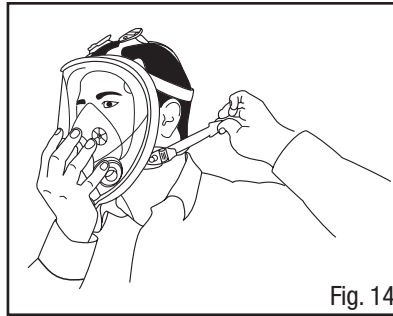

Fig. 14
4. Aperte os tirantes do fundo um por vez. Tenha cuidado para apertar ambos os lados de modo igual (Fig. 14).